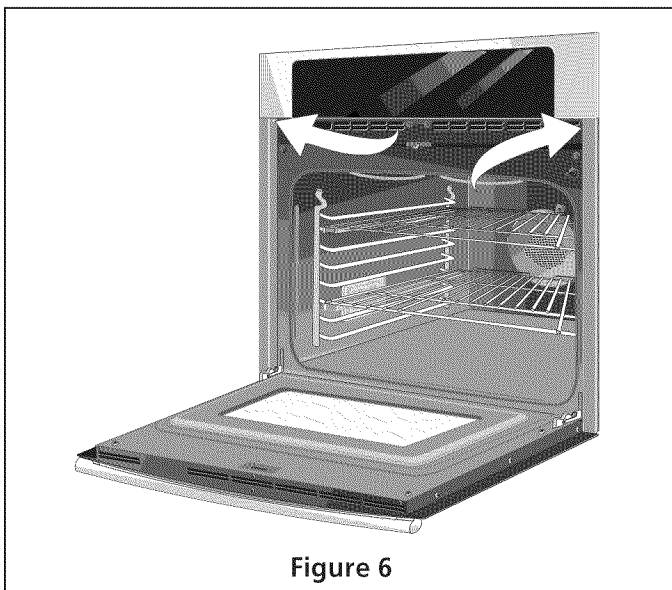

Figure 6
- A. Les vis situées sur les moulures latérales peuvent servir de gabarit (voir la figure 6).